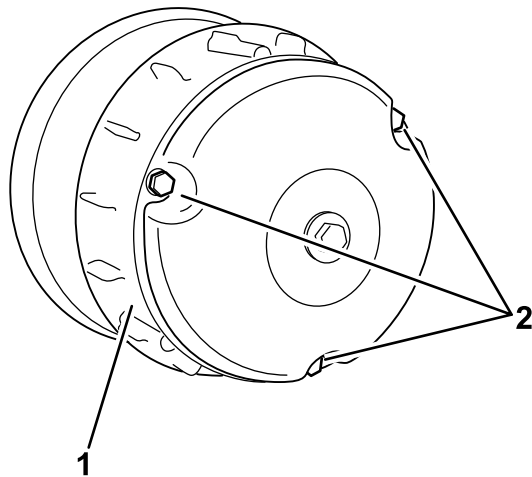

Figura 60
2. Îndepărtați cele 3 uruburi care fixează capacul la ambreiaj i scoateți capacul (Figura 60).
4. Montați capacul ambreiajului i fixați-l cu cele 3 uruburi (Figura 60) pe care le-ați îndepărtat la pasul 2.